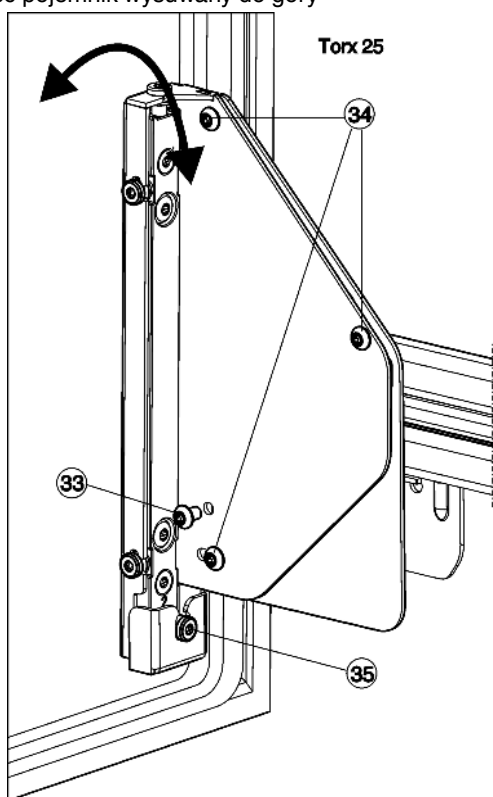

Fig. 26
- Śrubę Fig. 26 (33) całkowicie wykręcić.
- ▷ Śrubę Fig. 26 (33) należy wyrzucić, nie będzie już potrzebna.
- Śruby Fig. 26 (34) należy poluzować o 1 lub 2 obroty.
- Śrubę przestawną Fig. 26 (35) obrócić. Zgodnie z kierunkiem ruchu wskazówek zegara: drzwi u góry odchylają się od korpusu urządzenia. Przeciwnie do kierunku ruchu wskazówek zegara: drzwi u góry nachylają się do urządzenia a na dole odchylają się od korpusu urządzenia.
- Po zakończeniu regulacji nachylenia wszystkie śruby Fig. 26 (34) ponownie mocno dokręcić.